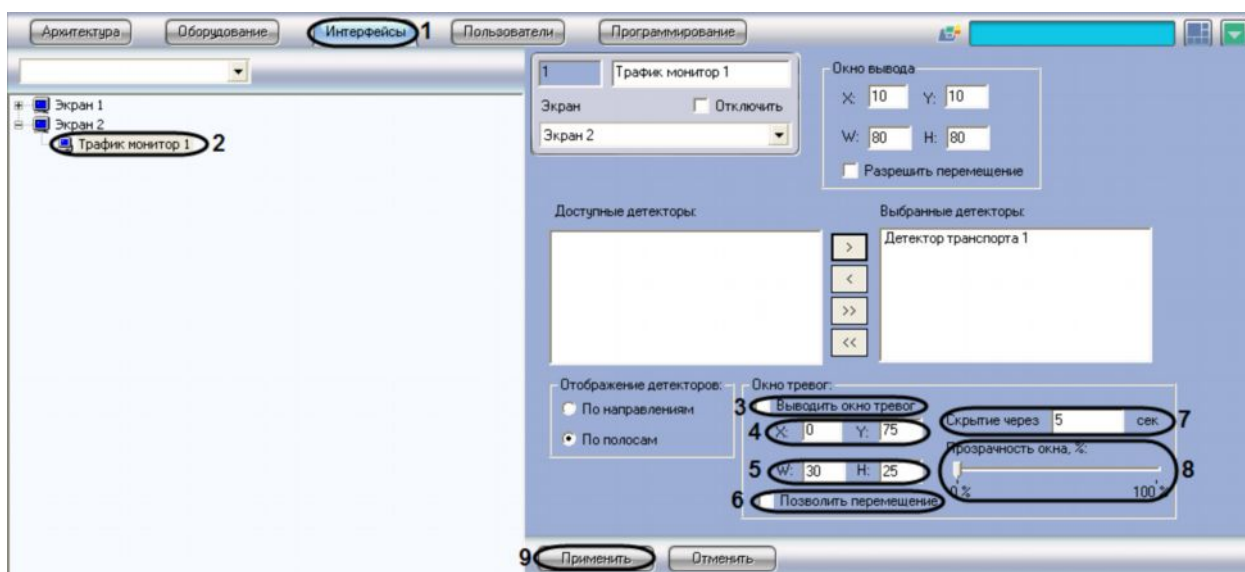

Рис. 7.8.5-1 Настройка размещения диалогового окна «Окно тревог»
1. Перейти на вкладку «Интерфейсы» диалогового окна «Настройка системы» (см. Рис. 7.8.5-1, 1).
2. Выбрать в дереве объект «Трафик монитор» (см. Рис. 7.8.5-1, 2).
3. По умолчанию диалоговое окно «Окно тревог» на экран не выводится. Для отображения диалогового окна «Окно тревог» необходимо активировать флажок «Выводить окно тревог» (см. Рис. 7.8.5-1, 3).
4. Для изменения положения на экране необходимо задать координаты его расположения в полях «X» и «Y» (см. Рис. 7.8.5-1, 4). Значения полей «X» и «Y» соответствуют координатам расположения левого верхнего угла диалогового окна на экране и выражаются в процентном соотношении относительно размеров экрана по горизонтали и вертикали соответственно.
5. Для изменения размера диалогового окна необходимо задать его ширину в поле «W» и высоту в поле «H» (см. Рис. 7.8.5-1, 5). Значение полей «W» и «H» выражаются в процентном соотношении относительно размеров экрана по горизонтали и вертикали соответственно.
6. По умолчанию диалоговое окно «Окно тревог» нельзя свободно перемещать по экрану. В том случае, если требуется разрешить перемещение диалогового окна, необходимо активировать флажок «Позволить перемещение» (см. Рис. 7.8.5-1, 6).
7. В поле «Скрытие через» необходимо указать время, через которое тревожное окно будет закрыто, в секундах (см. Рис. 7.8.5-1, 7).
тревог». При передвижении ползунка вправо увеличивается степень прозрачности в процентах (см. Рис. 7.8.5-1, 8).
9. Нажать кнопку «Применить» (см. Рис. 7.8.5-1, 9).